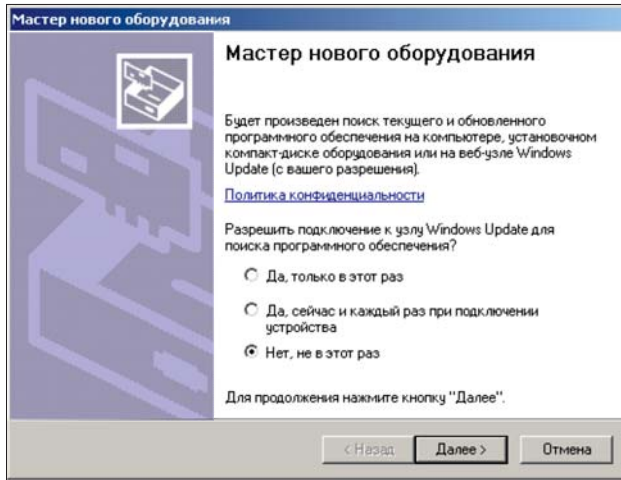

Рис. 3.9
2. Как было описано выше, выберите "Нет, не в этот раз" и нажмите кнопку "Далее", чтобы продолжить установку, рис. 3.9.